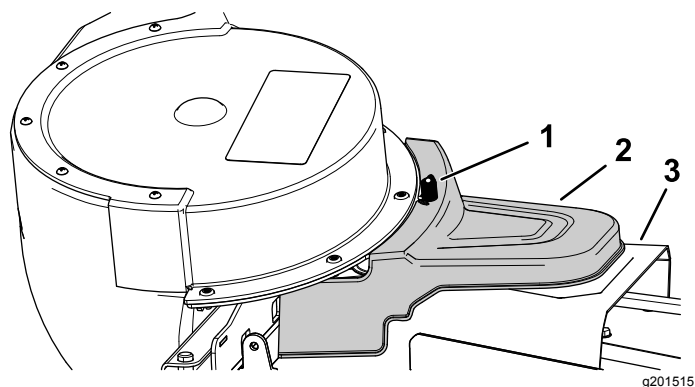

Figure 27
5. Placez le couvercle du système de ramassage assisté par dessus le couvercle de courroie, et fixez-le en serrant les boutons (Figure 27).